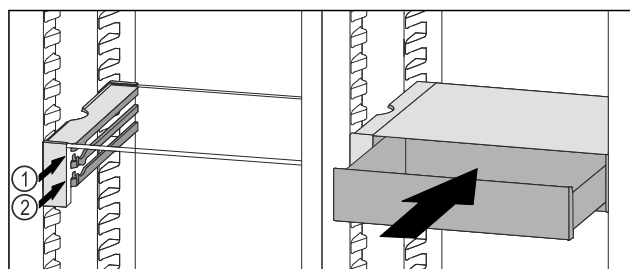

Fig. 61
- ▶ Встановити висувний ящик VarioSafe за стопорами на потрібне ребро Fig. 61 (1) або Fig. 61 (2).